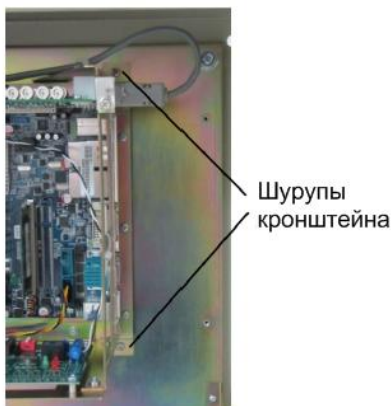

Рис. 5. Шурупы кронштейна
4. Выкрутите шурупы кронштейна материнской платы и поверните плату на себя (см. Рис.5);